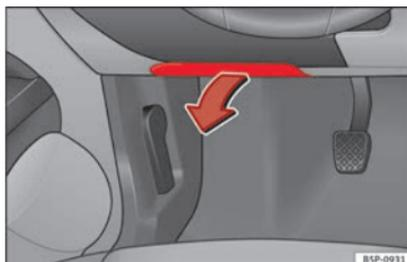

Fig. 173 Lado izquierdo del tablero de instrumentos: tapa de la caja de fusibles.
- **Abrir:** abata la cubierta hacia abajo »» fig. 173.